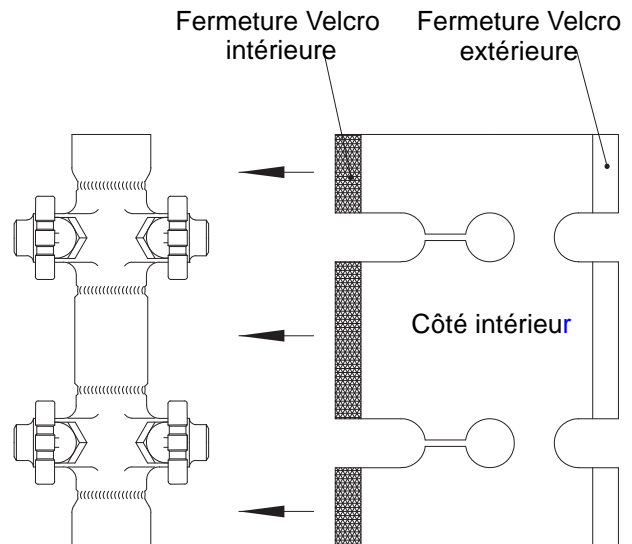
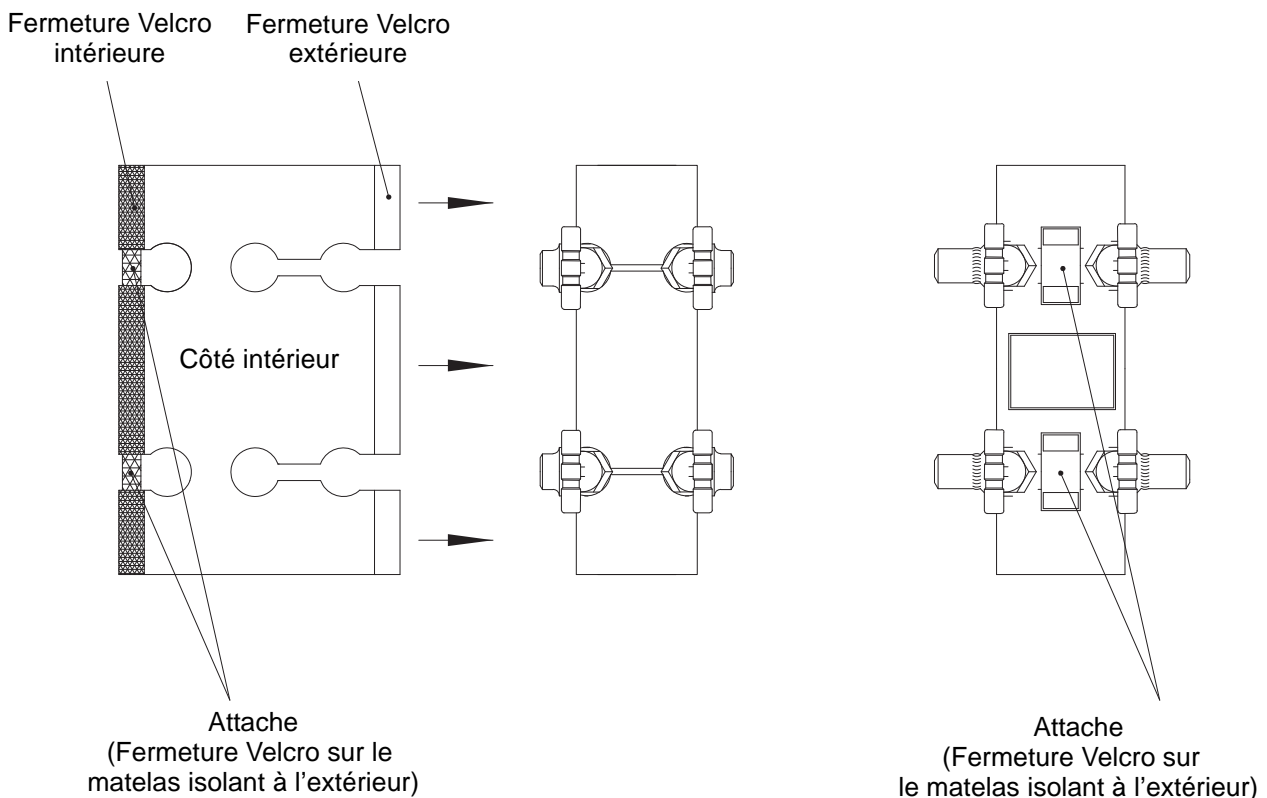

Fig. 6: Calorifugeage de base
Fig. 7: Matelas isolant
- Insérer le calorifugeage de base (Fig. 6) entre le corps (pos. 1) et la construction de support, la clarinette CODI[®] étant déjà fixée à la construction de support.
- Poser les côtés du calorifugeage de base autour du corps (pos. 1).
- Insérer le matelas isolant (Fig. 7) entre la construction de support et la clarinette CODI[®] pourvue du calorifugeage de base.
- Poser les côtés du matelas isolant autour du corps (pos. 1) avec le calorifugeage.